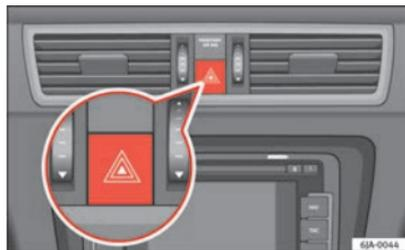

Fig. 58 Painel de instrumentos: interruptor das luzes de emergência
- As luzes de emergência ligam-se e desligam-se ao pressionar o botão  ⇒ Fig. 58.